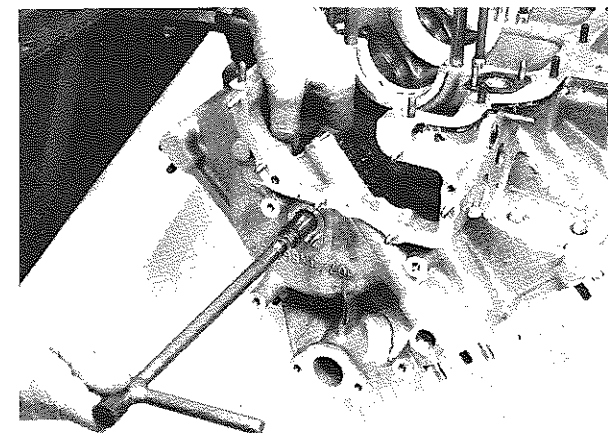
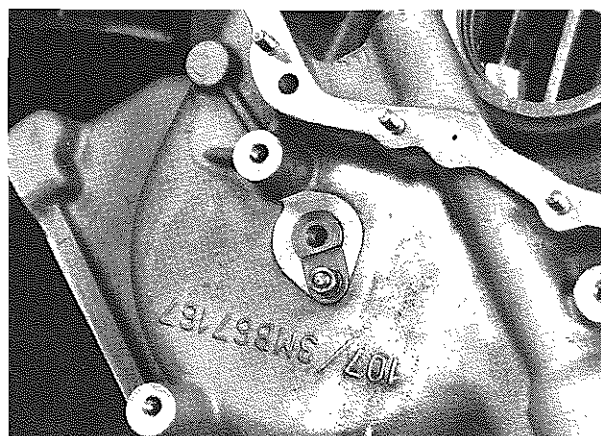

Fig. 95 - Estrattore n. 12
Fig. 94 - Piastrino di fermo
- Togliere il piastrino di fermo (**Fig. 94**); inserire l'estrattore n. 12 sull'albero ed estrarlo rimuovendo contemporaneamente l'ingranaggio triplo comando distribuzione (**Fig. 95**).
- Remove retainer plate (**Fig. 94**); place puller No. 12 on crankshaft and pull it out together with the timing control triple gear (**Fig. 95**).